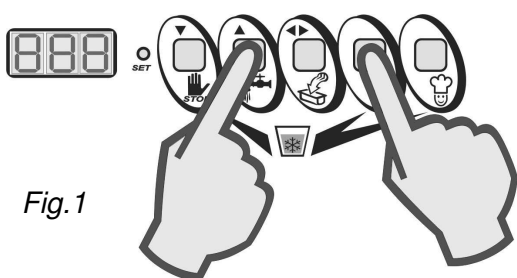

Fig.1
3. Con la macchina in STOP, premere contemporaneamente i tasti "**AGITAZIONE**" e "**AUTOMATICO**" e rilasciare solo dopo la comparsa della schermata di identificazione tramite password (Fig. 1).